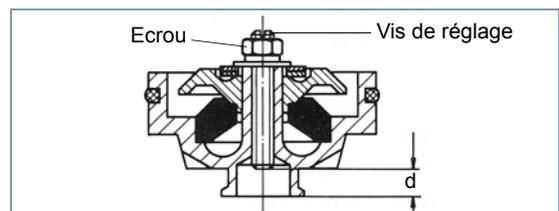

Fig. 4 Dimension d (Appareil avec un ressort caoutchouc)
- Réglez la dimension d = C + 0,8 mm du piston complet en tournant la vis de réglage (voir fig. 4.).